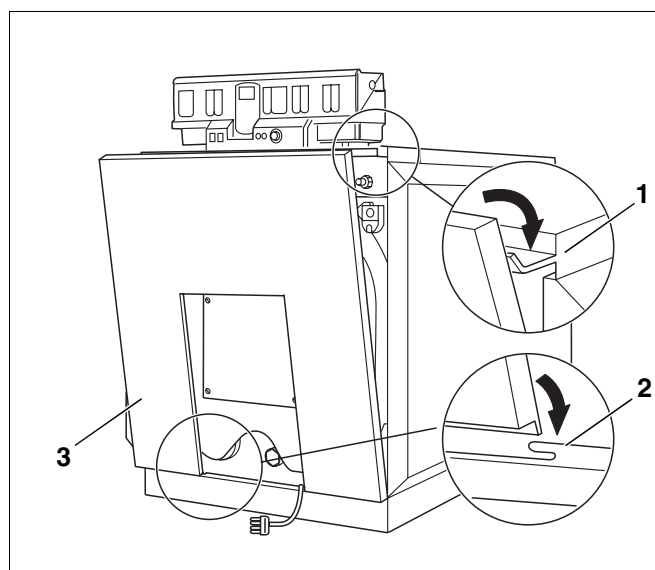

Fig. 41 Montaj – perete anterior
- Peretele anterior (fig. 41, **poz. 3**) se agață, jos la mijloc în masca soclului (fig. 41, **poz. 2**).
- Peretele anterior se agață sus, în teșitura (profilul) capacului anterior (fig. 41, **poz. 1**).